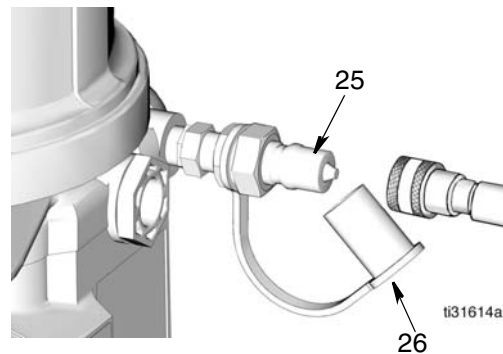

FIG. 20
- Limpie siempre el accesorio de entrada (25) (FIG. 20) con un paño limpio y seco antes de llenar el depósito. La suciedad y/o los residuos pueden dañar la bomba y/o el sistema de lubricación.
1. Quite la tapa antipolvo (26) y conecte la manguera de llenado al accesorio de entrada (25) (FIG. 20).